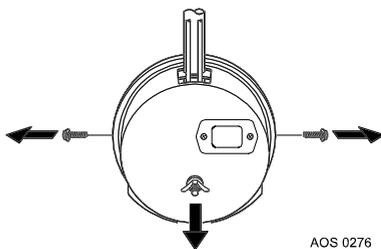
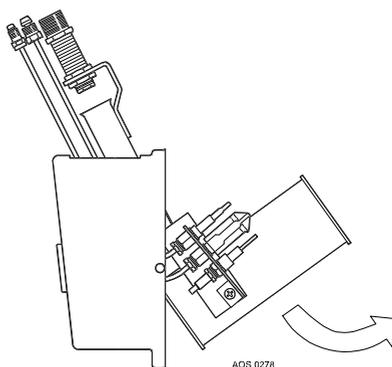

Figure 10- D emontage du portillon protecteur de la chambre de combustion
Figure 11- D emontage du br uleur
7. Le portillon de protection de la chambre de combustion peut maintenant être démonté (cf.fig.10).Enlevez toute la chambre de combustion avec le portillon de protection en même temps.8. On peut maintenant, en dévissant l'écrou au dos, basculer le brûleur pour le libérer du portillon de protection (cf.fig.11) On peut même enlever complètement le brûleur en démontant la veilleuse de son support, en cas de besoin.